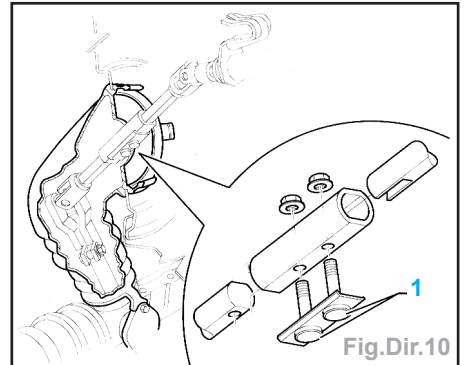

Fig.Dir.10
- Extraire les vis et les écrous (1) servant à unir la colonne de direction au croisillon de crémaillère (Fig.Dir.10).